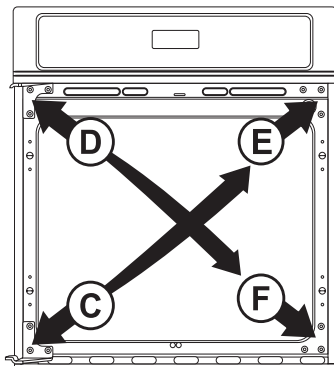

Figure 8
6.2.2. Enlevez la charnière de l'encadrement située du côté gauche en bas de l'encadrement (Voir C, Figure 8) et installez-la du côté opposé soit du côté droit en haut de l'encadrement (Voir E, Figure 8).
6.2.3. Procédez de la même façon pour la charnière de l'encadrement située en haut à gauche (Voir D, Figure 8), retirez-la de l'encadrement et réinstallez-la du côté opposé soit du côté droit en bas (Voir F, Figure 8).